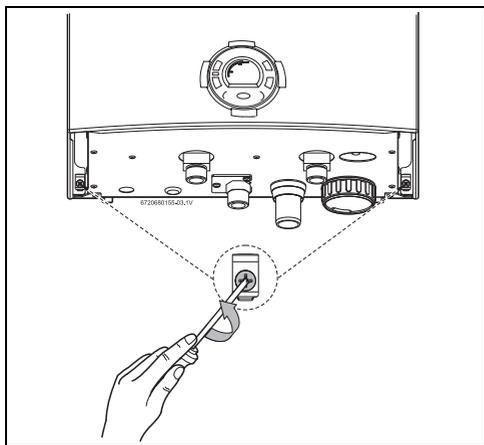

Fig. 17 Retirer les deux vis
- Desserrer les deux vis situées sur la partie arrière de l'appareil (Fig. 17).